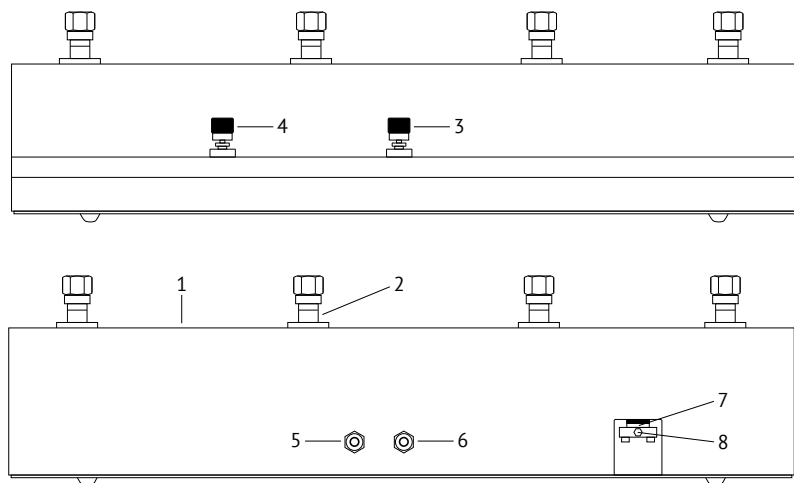

Рис.1. Вид спереди и сзади:
4.1 Внешний вид панели показан на Рис. 1.
4.2 Корпус панели ПСКА выполнен из стального листа толщиной 2.5 мм и покрыт порошковой эмалью. Сверху панели ПСКА расположены 4 стойки 2 (Рис. 1), 2-я слева (рекомендуется) для ОСИ, остальные для рабочих СИ. Для повышения и снижения давления служат вентили 3 и 4. С задней стороны расположены быстросъемные соединения 5 и 6 (при поставке совместно с К-9, К-25 и вакуумным насосом. При поставке только панели ПСКА, выход — резьба $G\frac{1}{4}$) для подключения источника давления или разряжения. Также на задней стороне расположено окно для обслуживания грязеуловителя 7. Для слива конденсата из грязеуловителя служит винт 8.
5.9 *Запрещается* наклонять панель ПСКА без предварительной очистки грязеуловителя по п. 8.4, 8.5, так как конденсат находящийся в грязеуловителе может попасть в вентили 3, 4 (Рис. 1) ухудшив их характеристики.
8.3.1 Создать в панели ПСКА давление 5—8 бар и резко, с помощью *вентилей 4 (Рис. 1)*, сбросить его. При этом большая часть конденсата, образовавшегося в трубках панели ПСКА перейдет в грязеуловитель.